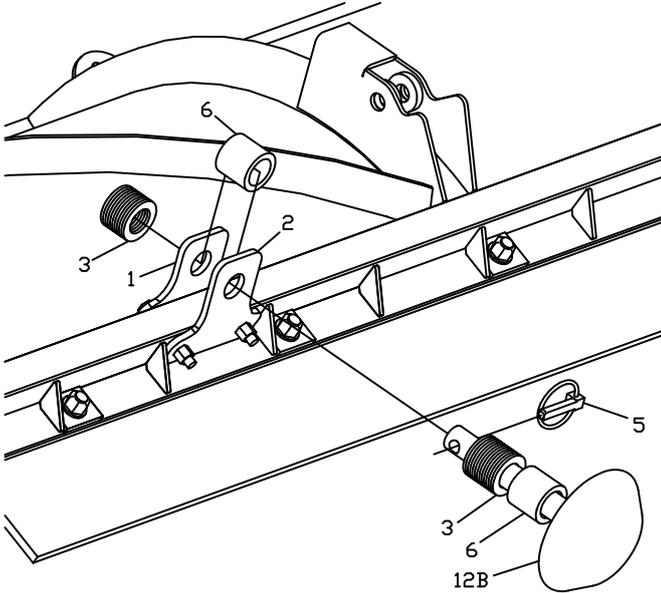

Bild 3. Pflug Schuh Montage
- 10)** Lassen Sie eine Distanzhülse (6) und dreizehn 1" Beilagscheiben (3) auf dem Pflugschuh (12B), und schieben Sie den Pflug Schuh (12B) durch die Halterungen (2) und (1). Siehe Bild 3.
- 11)** Setzen Sie die verbliebenen 1" Beilagscheiben (3) oberhalb der oberen Halterung (1) auf den Pflugfuß Schaft (12B).
- 12)** Schieben Sie den 7/16" Sicherungs Splint (5) durch das Loch im Pflug Schuh (12B).
- 14)** Nach der Montage des Pfluge am Fahrzeug, überprüfen Sie die Die Höhe der Pflug Schuhe (12B) und stellen nach falls nötig. Die Einstellung erfolgt durch die Verlagerung der Beilagescheiben (3) von unterhalb der Halterungen nach oben und umgekehrt.